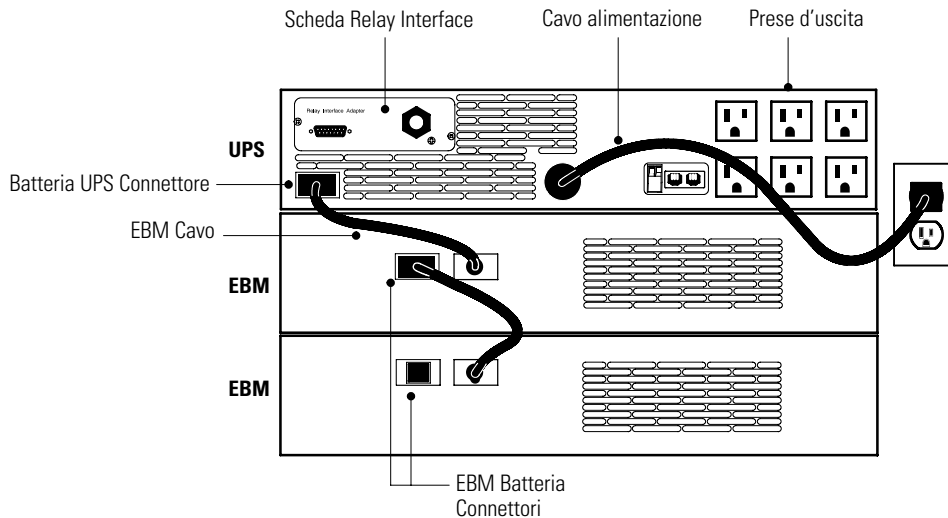

Figura 10. Installazione tipica di UPS (raffigurato modello 120V)
Figura 10 illustra solo un'installazione tipica. Vedere "Pannelli posteriori UPS" a pagina 46 per il pannello posteriore di ciascun modello.
2. Collegare il cavo EBM nel connettore batteria del pannello posteriore UPS (vedere Figura 10).